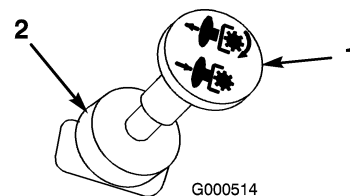

Figura 8
3. Mueva la toma de fuerza (PTO) a Desengranada (Figura 8).
2. Ponga la toma de fuerza (PTO) en Desengranada (Figura 8).